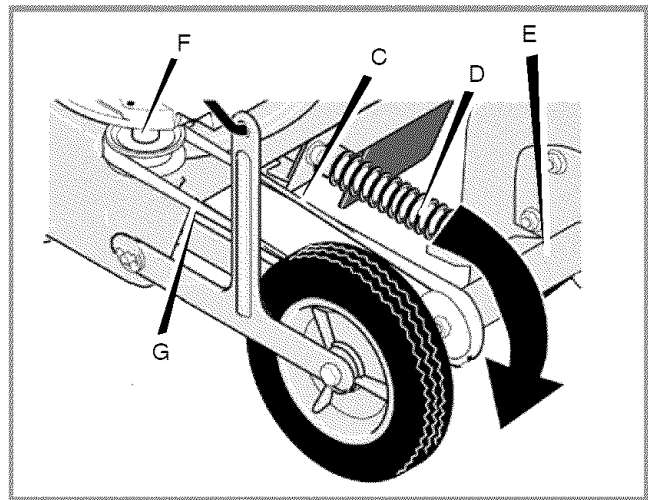
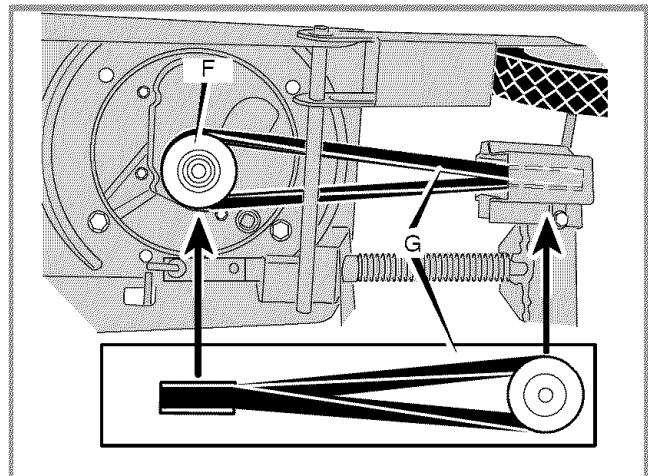

Figura 16: Extracción de la correa
Figura 17: Giro de la correa
- 4 Con cuidado, fíjese en la vuelta de la correa (G) alrededor de la polea motriz (F) (ver Figura 16 y Figura 17).
- 5 Afloje la tensión de la correa empujando la cubierta del buje de la cuchilla (E) hacia el motor para comprimir el resorte (D) (ver Figura 16). Retire la correa vieja. Reemplácela con un repuesto original.
- 6 Para instalar una nueva correa, siga los pasos anteriores en orden inverso. Asegúrese de girar la nueva correa como se muestra en Figura 17.
**NOTA:** Para retirar o ajustar la contratuerca de la cuchilla, use siempre el método que se muestra en Figura 16. Primero, coloque la llave (C) para sujetar la tuerca ubicada detrás de la cuchilla. Luego, gire la llave (D) para retirar o ajustar la contratuerca de la cuchilla.